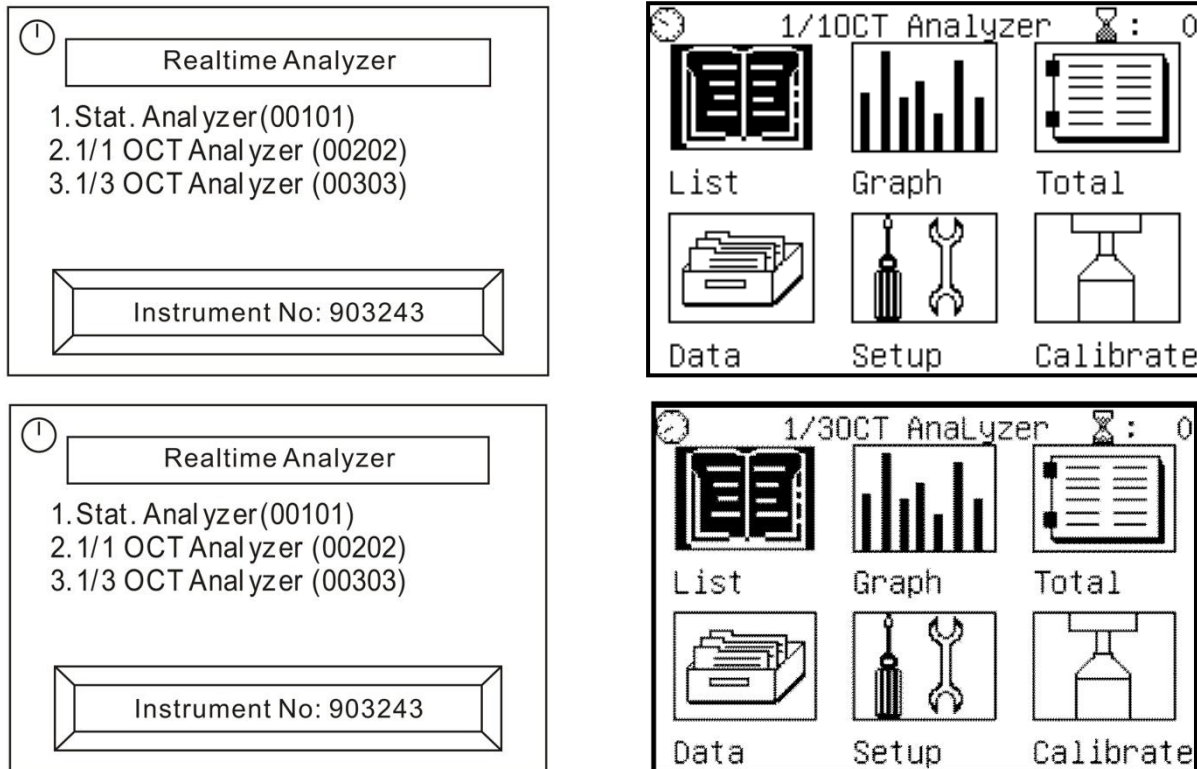

Fig. 22: Ecrãs iniciais das análises 1/1 e 1/3 banda da oitava
1. Ligar o instrumento premindo o botão “”. O ecrã de selecção do tipo de análise surge no display durante cerca de 5s (ver Fig. 22)
1. Seleccionar o item “**Total**” no menu principal (ver Fig. 22) e confirmar com “”. O instrumento mostra o seguinte ecrã, relativamente ao item “**Linst**”